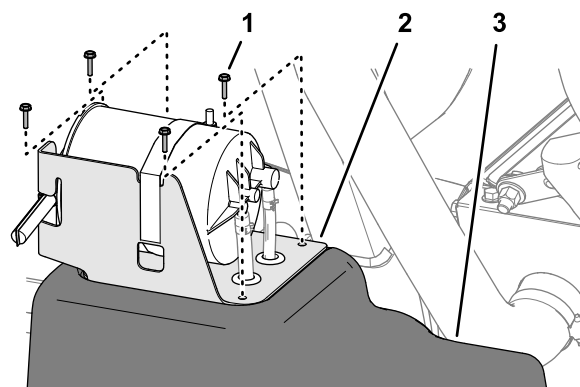

Рисунок 80
2. На топливном баке отверните 4 винта (№ 10 x ¾ дюйма), которые крепят кронштейн бачка с активированным углем к верхней части топливного бака (Рисунок 80).